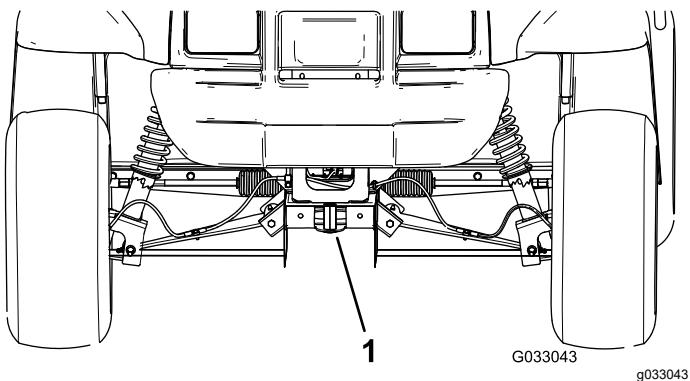
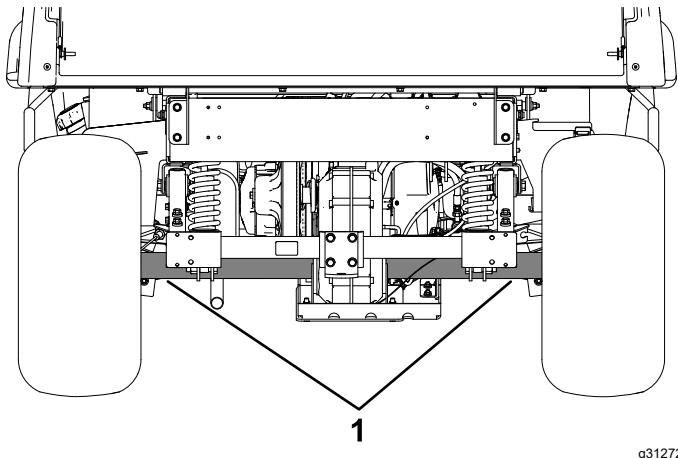

图 17
图 18
请参阅图 17和图 18查看机器栓系点的位置。
2. 将拖绳系在机器机架前面的牵引杆上图 17。